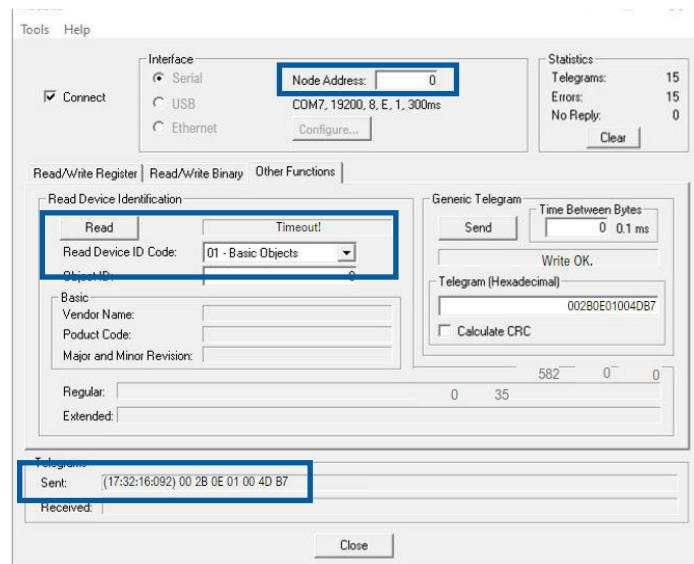

图18 - Modbus communication fail
- Step 3: 获取当前Modbus地址,请参考图18。输入广播地址0,选择“其他功能”,读取设备ID(01-基本对象)或者直接发送“00 2B 0E 01 00 4D B7”。当ECM电机收到请求时,PCBA上的LED1将闪烁地址计数。